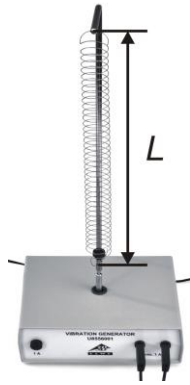

Fig. 4a: Ilustração do comprimento  $L$  efetivo da mola espiral tensionada.
- Ajustar o comprimento (efetivo)  $L$  da mola espiral (fig. 4a) para aprox. 30 cm. Se for o caso, adaptar a posição da haste de suporte angulada.
- Medir e anotar os comprimentos  $L$  efetivos da mola espiral tensionada e da corda tensionada (Fig. 4a, b).